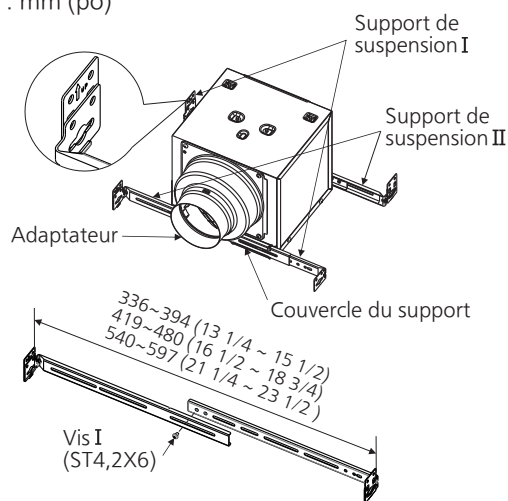

Fig. 2
1. Insérez les supports de suspension dans le boîtier du luminaire de chaque côté du couvercle du support. (Voir Fig. 2)
2. Fixez les supports de suspension I et II avec des vis I (ST4,2X6), mais souvenez-vous de ne pas serrer les vis tout de suite. (Sauf lorsque l'espace est de 305 mm (12 po) entre les solives.) (Voir Fig. 2)